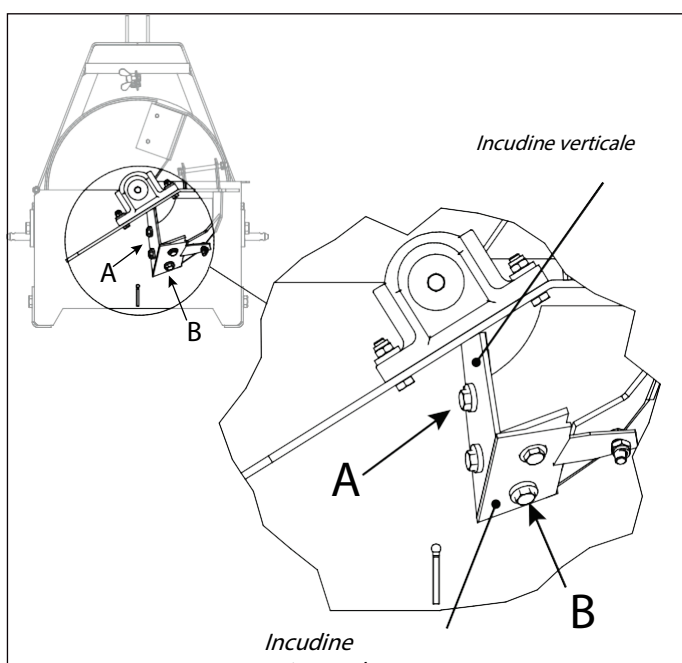

Fig 16. Bulloni di fissaggio dell'incudine
La cippatrice è dotata di un'incudine verticale e di una orizzontale. Per rimuovere le incudini, aprire i bulloni di fissaggio (A) e (B) (M12). Il bullone di fissaggio dell'incudine orizzontale (B) si trova sotto la bocca di alimentazione. Fig 16.